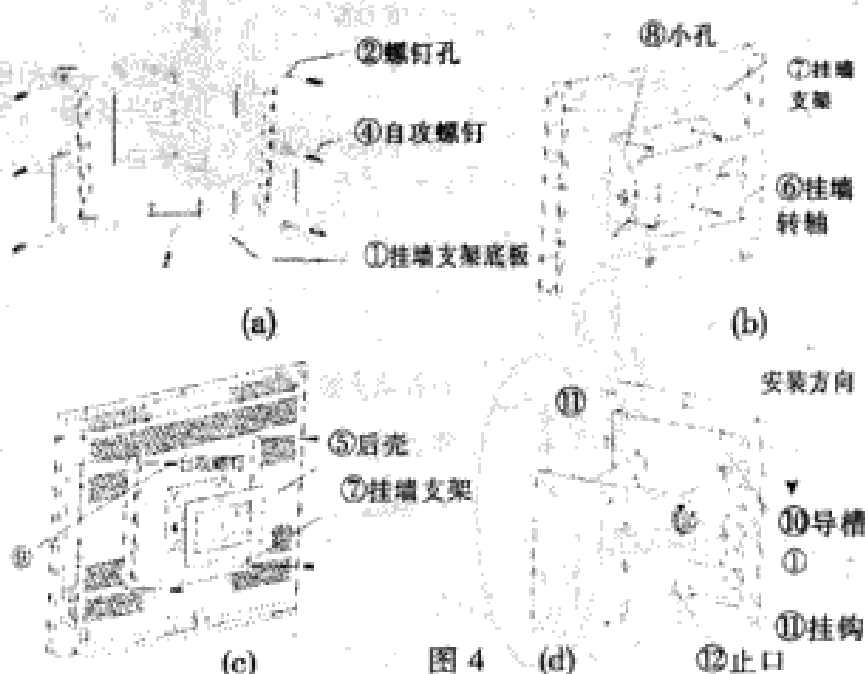

图4
A.20LBA液晶电视挂架的安装图示如图4所示。
2.将挂墙支架底板①紧靠在墙壁上做好高度和水平标识的位置上，在7个螺丝孔②所在的位置做好标记（挂墙支架底板①如图4(a)所示)；
3.用钻头在7个标记处打孔，并在7个孔中插入防暴螺丝胶套③；
4.用7颗自攻螺钉④将挂墙支架底板①拧紧在墙壁上；
5.将挂墙转轴⑥和挂墙支架⑦用4颗螺丝⑧固定（如图4(b)所示)；
6.将挂墙转轴⑥和挂墙支架⑦用4颗M5螺丝⑨固定在LCD后壳⑤上（如图4(c)所示)；
7.将挂墙转轴⑥与挂墙支架底板①装配（如图4(d)所示)；
8.将挂墙转轴⑥上的挂钩插入已固定在墙壁上的挂墙支架底板①的导槽⑩内，并按图示安装方向顺势滑下，直到挂墙支架⑥的挂钩⑪卡入挂墙支架底板①上的止口⑫内；